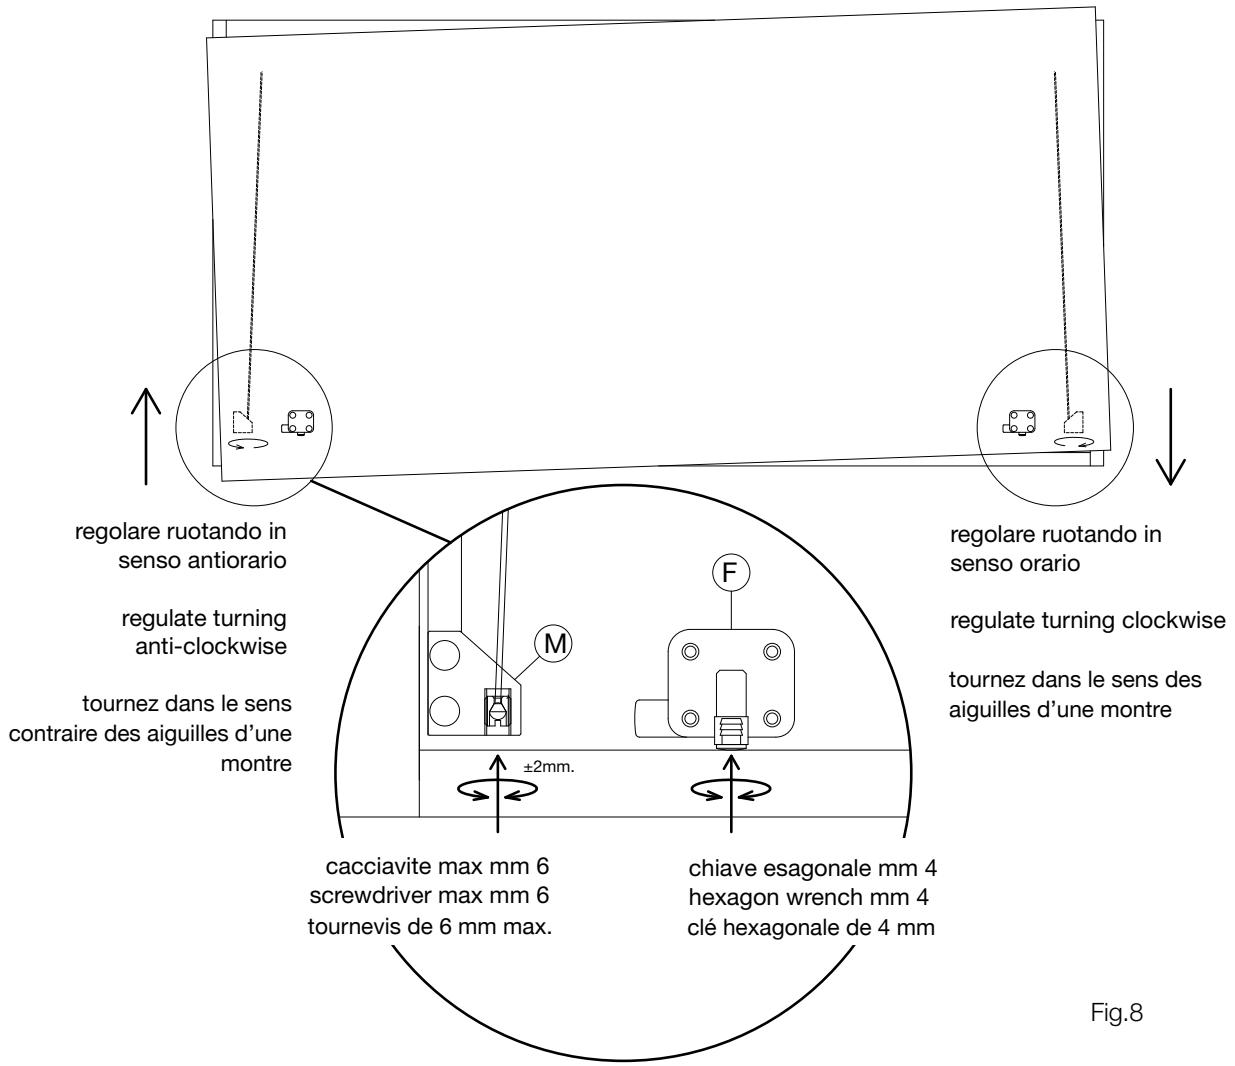

Fig.8
Regolare quindi con un cacciavite a taglio (max mm 6) il grano inserito all'interno delle staffette di fissaggio (M) fino ad ottenere un ottimale allineamento tra anta e struttura. La regolazione massima è di + o - mm 2 per non far uscire il grano dalla staffa (fig.8).
Togliere i paracolpi in gomma dagli arresti laterali (F) ed agire sui grani posti all'interno con la chiave esagonale da mm 4 fino ad avvenuta regolazione. Infine riposizionare i paracolpi (fig.8).
Regulate with a screw driver (max 6mm) the screw present in the connection elements (M) until you obtain an perfect alignment between structure and door. The maximum possible regulation is +/- 2mm to avoid the screw to fall out from the connection element. (fig.8)
Remove the bumpers from the lateral stoppers and act on the screws placed on the inside using the 4mm hexagon wrench until a correct regulation is obtained. Then replace the bumpers at their place. (fig.8)
Utilisez un tournevis (6 mm max.) pour régler la vis située à l'intérieur des éléments de connexion (M) jusqu'à ce la porte et la structure soient parfaitement alignés. Le réglage maximum possible est d'environ 2 mm, pour ne pas que la vis sorte de l'élément de connexion. (fig. 8)
Retirez les butées des butoirs latéraux et réglez les vis situées à l'intérieur de ceux-ci à l'aide d'une clé hexagonale de 4 mm jusqu'à ce que la porte soit à la hauteur appropriée. Remettez ensuite les butées en place. (fig. 8)